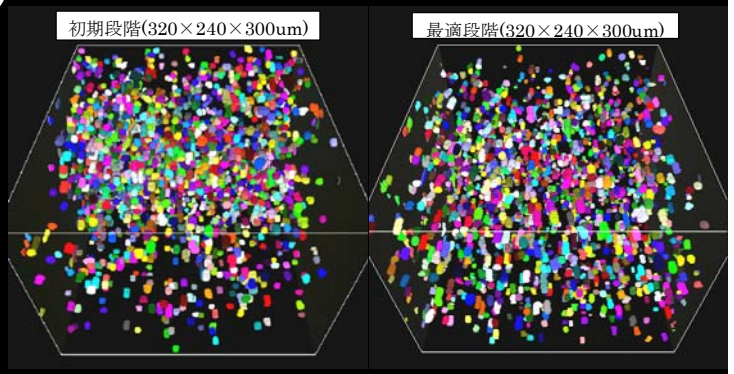

図4 パン生地における酵母の分布
#### (3) 製パン工程における最適ミキシング状態の可視化(図4)